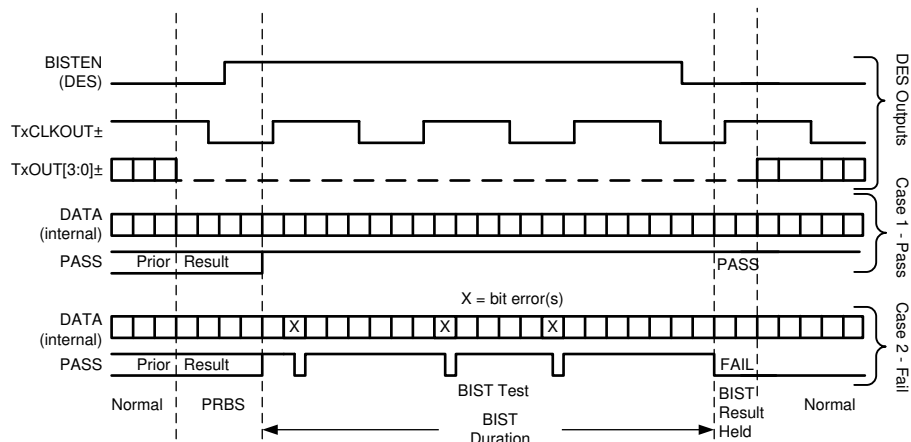

図 8-11. BIST 波形とデシリアライザ信号の関係
**ステップ 4:** デシリアライザの BISTEN ピンを Low にすると、リンクは通常動作に戻ります。図 8-11 に、2 つのケースについて、標準的な BIST テストの波形図を示します。ケース 1 にエラーはなく、ケース 2 には複数のエラーがあります。リンクが堅牢 (差動データ転送など) であるため、ほとんどの場合、エラーを発生させるのは困難です。エラーを故意に発生させるには、ケーブルを大幅に延長し、相互接続メディアに障害を引き起こす等の工夫が必要でしょう。